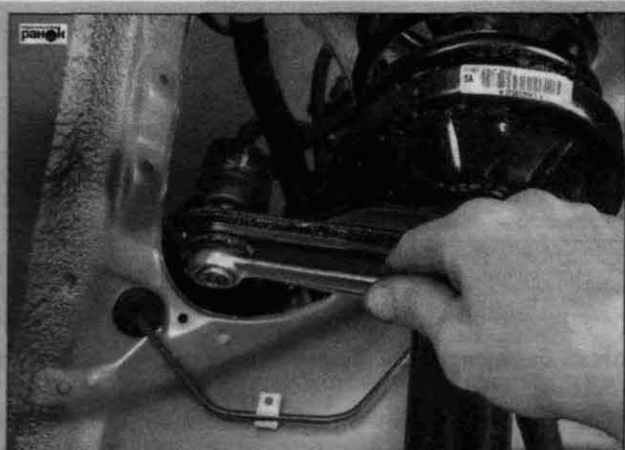

Рис. 5.41. Отсоединение гайки крепления пальца шарового шарнира наконечника рулевой тяги
- отвернуть гайку крепления пальца шарового шарнира наконечника к рычагу амортизаторной стойки (рис. 5.41);